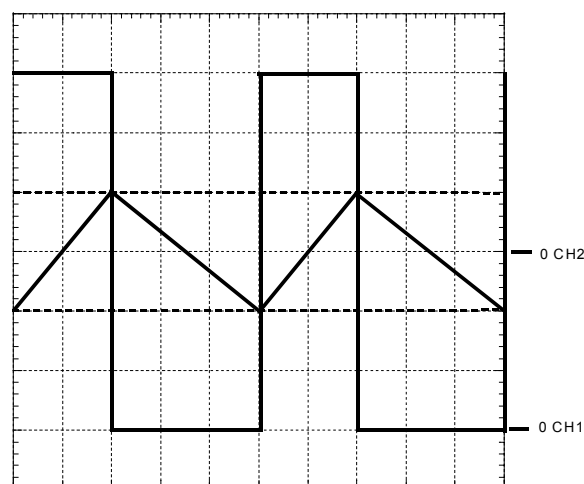

Figure 4
L'oscillogramme de la figure 4 fournit un relevé de tensions effectué alors que la source E_0 fournit une puissance $P = 3 \text{ kW}$.
2.2.4.4. Dédurre de l'oscillogramme de la figure 4 et des conditions de réalisation de l'essai correspondant (il ne s'agit pas de l'essai initial pour lequel $E = 100 \text{ V}$ mais de celui présenté à la **question 2.2.4.**) :